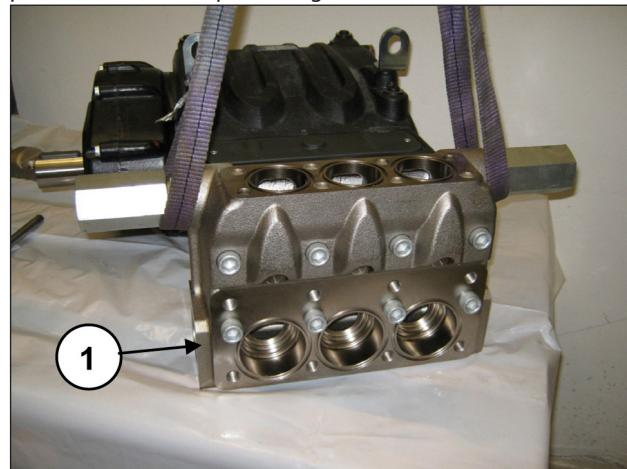
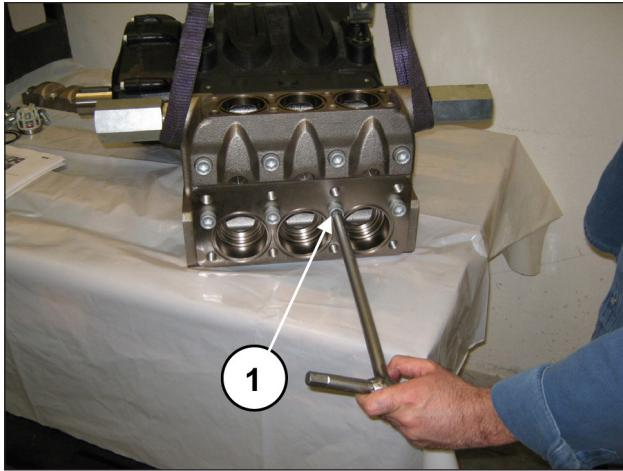

Fig. 164
Fig. 165
Monte o cabeçote no cárter da bomba (pos. ①, Fig. 164) prestando atenção para não bater nos pistões e aperte os 8 parafusos M16x150 (pos. ①, Fig. 165).